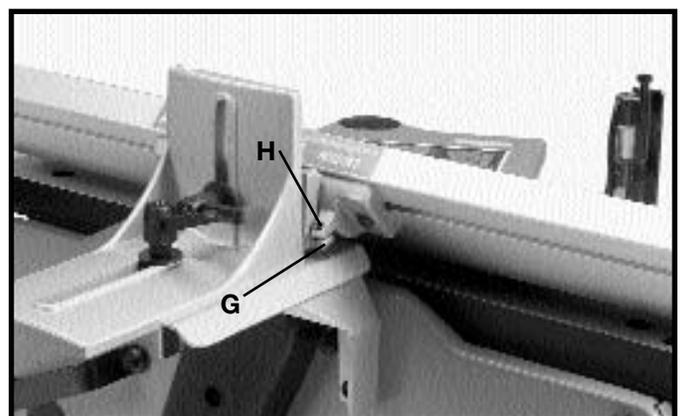

Fig. 29
7. Apriete el tornillo de fijación (F) Fig. 29 hasta que haga contacto con el tope (G).